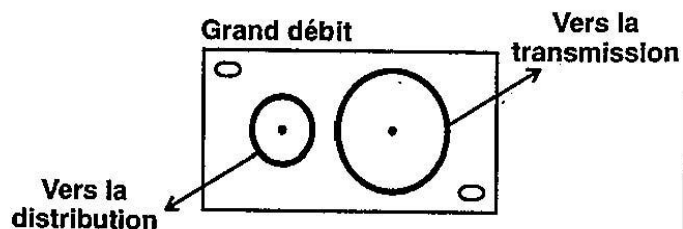
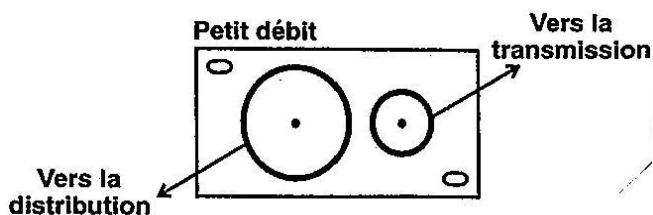

Figure 12G
Figure 12H
- ☞ L'inverseur peut être installé de deux façons : en position lente ou rapide. Ces deux positions donnent une plus grande possibilité de vitesse de la transmission variable. Pour le montage initial, installez l'inverseur à la position lente [Figure 12H]. Si lors du semis la transmission variable avoisine le 18 sur l'échelle d'ajustement, vous devez modifier le montage et installer l'inverseur en position rapide [Figure 12G].